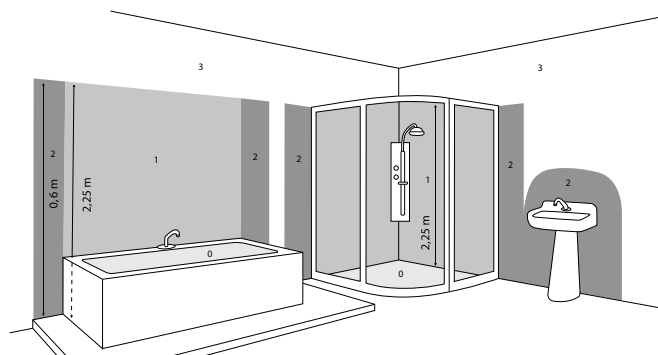

Fig. 2
- Ne pas installer l'appareil dans les zones 0, 1 et 2, voir figure 2.